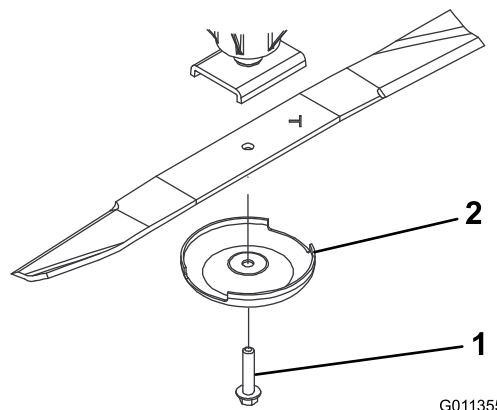

Figura 76
3. Retire o parafuso da lâmina, o recipiente antidanos e lâmina do eixo (Figura 76).